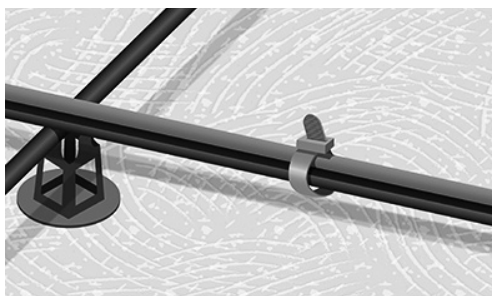

Fig. 5. Kabel fastgjort. Kabelbindere er løse og ikke placeret på samlinger
6. Rul varmekablet ud, og fastgør undervejs varmekablet til armeringsnettet (fig. 5).